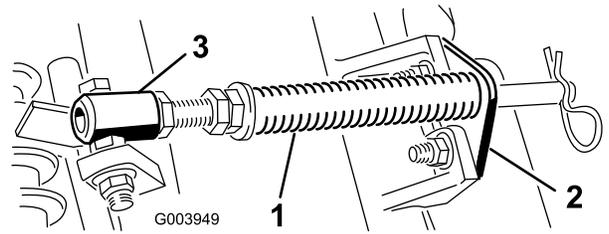

图4
A. 拆下把杆支架固定到滚刀组凸耳上的 2 个车身螺栓和螺母（图4）。
B. 拆下将弹簧管栓固定到承载架凸耳（图4）上的凸缘螺母，拆下组件。